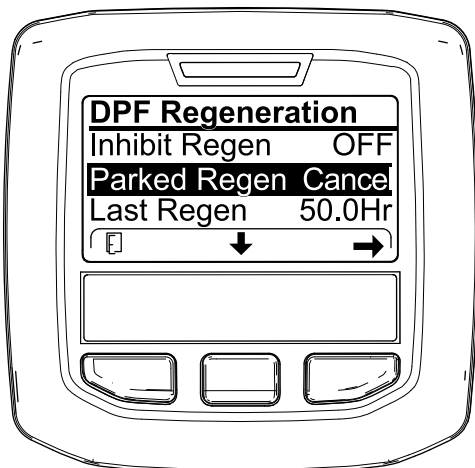
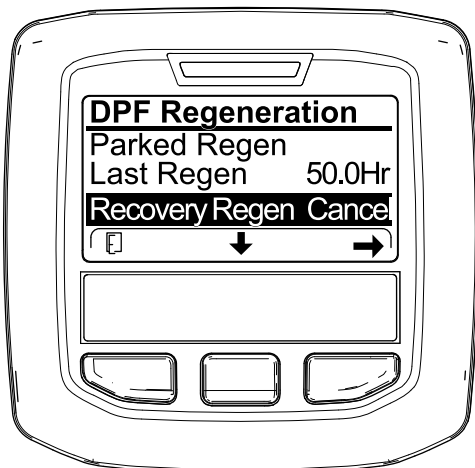

図 60
図 61
1. DPF 再生メニューにアクセスする 図 60。
2. 中央ボタンを押して下へスクロールし、駐車再生キャンセル PARKED REGEN CANCEL (図 60) またはやりかバリ再生キャンセル RECOVERY REGEN CANCEL を選ぶ 図 61。
3. 右ボタンを押すと再生キャンセルに Regen Cancelに入る 図 60または 図 61。